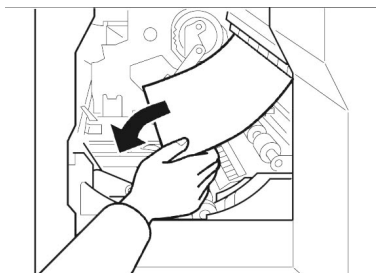

图 5-54 拉出印筒单元后取卡纸
- 若无法取出卡住的版纸，可以拉出印筒单元，然后再从里面取出卡住的版纸，如图 5-54 所示；
- ⑥ 当“”和“E”亮灯时，需要检查版纸卡纸位置，并取出卡住的版纸。